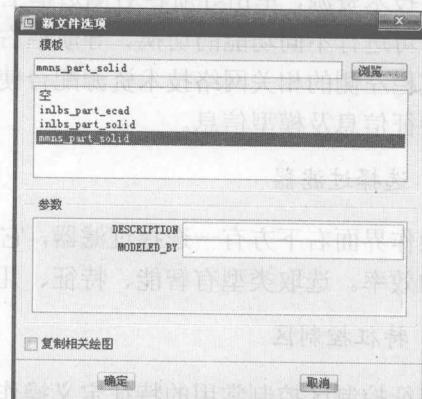

图 1.3
② 在相应的区域输入新文件的名称。默认文件名为 prt0001。
③ 可以使用系统默认的模板，但单位是英制的，如果要使用公制单位，则不能使用系统默认的模板，单击按钮让其空白，再单击“确定”按钮就会得到如图 1.3 所示的“新文件选项”对话框，在此对话框中就可以选择合适的模板，一般选择公制的 mmns\_part\_solid 模版，而默认模板是 inlbs\_part\_solid。如果不使用系统提供的模板，可以选择“空”的。